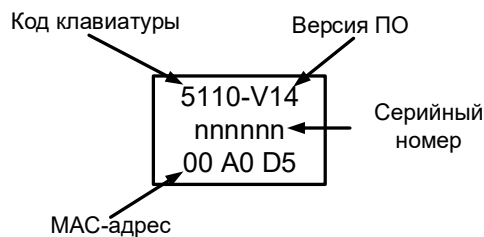

Рисунок 3 – Шильдик
- в поле **«MAC адрес»** введите трехбайтовый MAC-адрес, напечатанный на шильдике клавиатуры (см. рисунок 3).